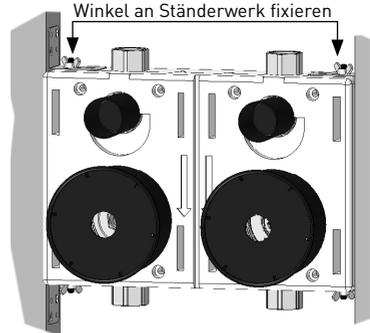

Bild 2 (Vorwandinstallation)
- Befestigungsmaterial für die Vorwand- bzw. Wandinstallation ist im Lieferumfang enthalten (*Bild 2 und 3*).